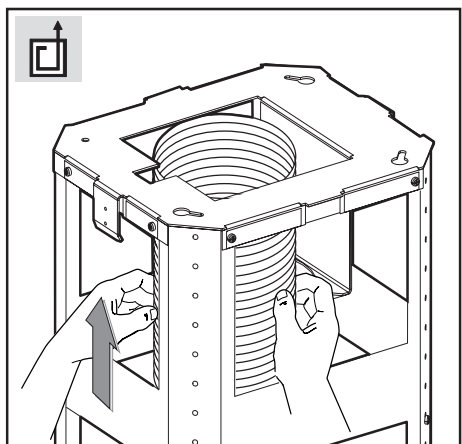

Fig.7
- **Afzuigversie:** bevestig de buigzame leiding op het daarvoor bestemde gat van de luchtafvoer (afb. 7).